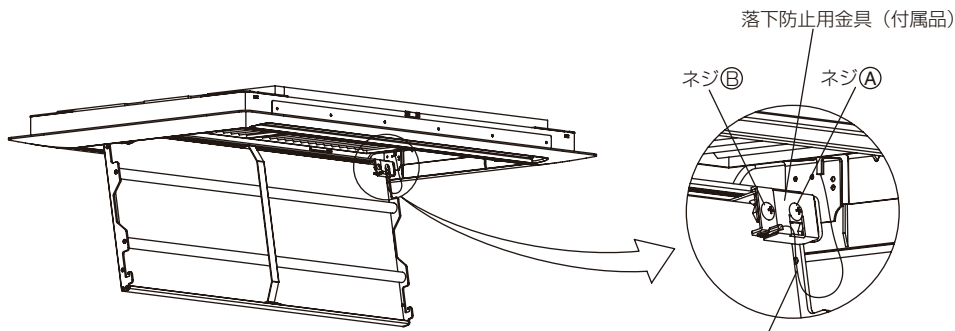

図20 落下防止用ワイヤー
- ① サービスパネルのヒンジ側を落下防止用ワイヤーのある方のピンに引掛ける。
- ② 図20のように落下防止用具(付属品：2個)をネジ④で取付け、落下防止用ワイヤーをネジ③で取付ける。
- ③ サービスパネルを矢印方向に閉じる。
- ④ サービスパネルを矢印方向にスライドさせてフック側をピンに引掛ける。